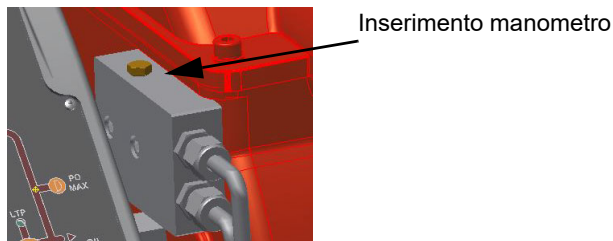

Fig. 11
- (RD) I Alta fiamma
- (BU) II Sosta
- (OG) III Bassa fiamma gas
- (YE) IV Bassa fiamma olio
- (BK) V Accensione olio
- (GN) VI Accensione gas
- 9 La pressione di alimentazione ugello è già pre-tarata in fabbrica e non deve essere cambiata. Solo se necessario, regolare la pressione di alimentazione (vedi relativo paragrafo) nel modo seguente: inserire un manometro nella posizione indicata in Fig. 11 agire sulla vite di regolazione **VR** della pompa (vedi Fig. 10) fino ad ottenere una pressione all'ugello pari a 20 bar (ugelli Monarch o